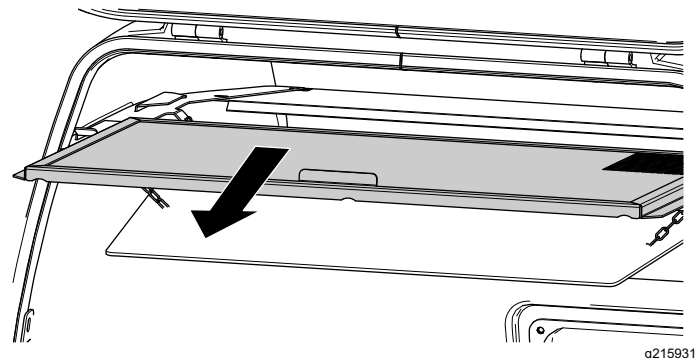

Figura 139
3. Retire la rejilla de la tolva y límpiela (Figura 139).